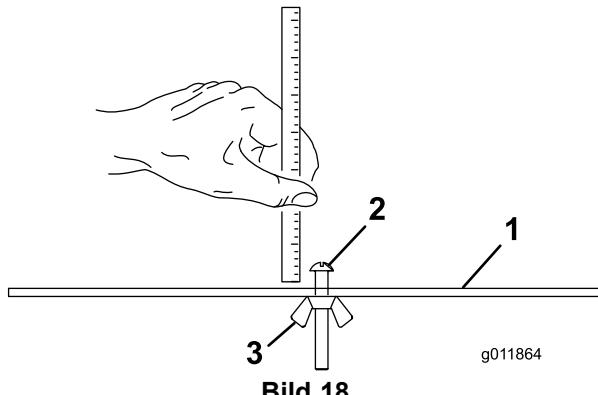

Bild 18
2. Lösen Sie die Mutter an der Messlehre (Bild 18) und stellen Sie die Einstellschraube auf die gewünschte Schnitthöhe ein. Der Abstand zwischen dem unteren Ende des Schraubenkopfs und der Stirnseite der Messlehre ist die Schnitthöhe.